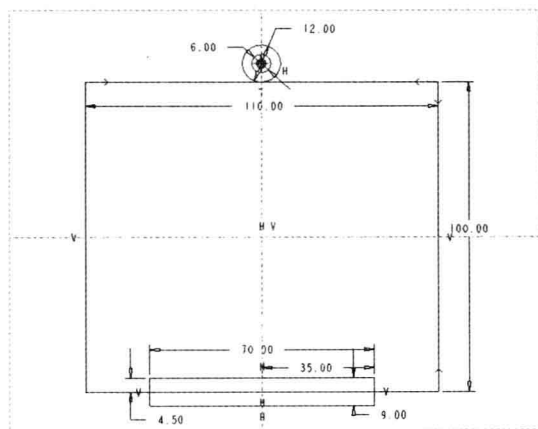

图 13-27 修改尺寸
Step 09 在绘图区的尺寸数值上双击鼠标左键，修改尺寸，并调整尺寸的位置，如图 13-27 所示。